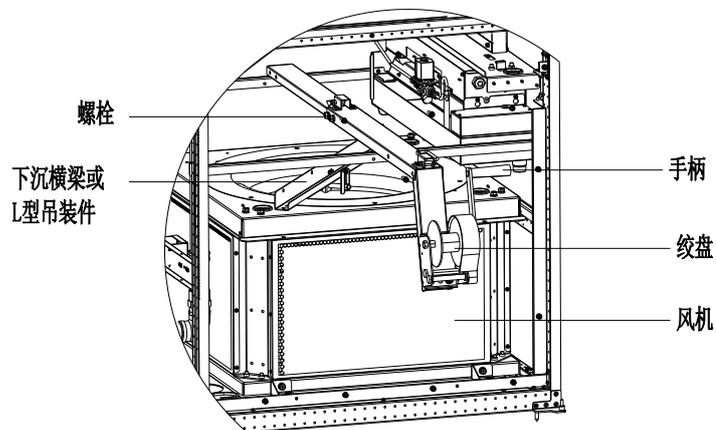

图3-20 安装绞盘支架
1. 安装风机升降组件：打开机组维修盖板后，首先检查 L 型吊装件的固定螺栓（见图 3-20，共 2 处）确认其固定良好，如机组内无 L 型吊装件，则使用绞盘自带的下沉横梁代替，并将其固定于风机导风圈安装板上；检查绞盘支架的固定螺栓（共 4 处）是否固定良好，如图 3-20 所示；
2. 转动手柄并将绞盘吊钩钩在 L 型吊装件的中间圆孔上或将吊钩通过下沉横梁中间方槽钩在挂轴上（见图 3-20），调节手柄直至吊绳绷紧，然后保持手柄不动；